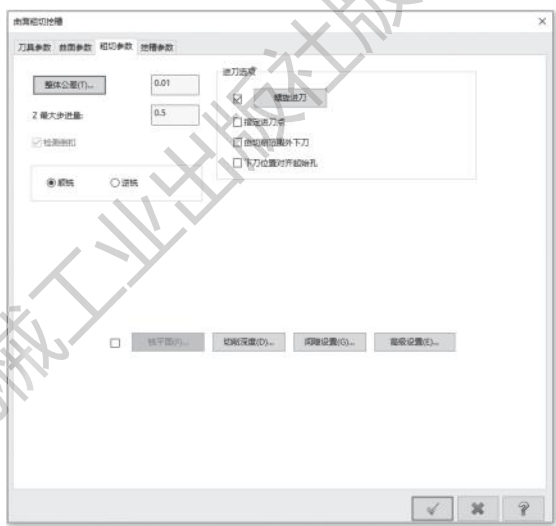

图 4-33 粗加工参数设置
4) 打开【粗切参数】选项卡，设置【整体公差】为 0.01mm，【Z 最大步进量】为 0.5mm。只勾选【螺旋进刀】复选项，如图 4-33 所示。